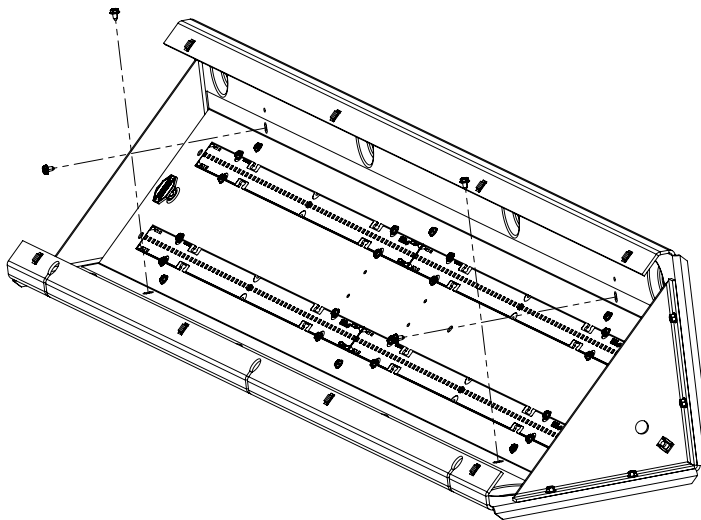

Figura 2.
Paso 3. Retire cuatro (4) tornillos blancos del reflector. Guárdelos, ya que los necesitará para reinstalar el reflector. (Figura 2)